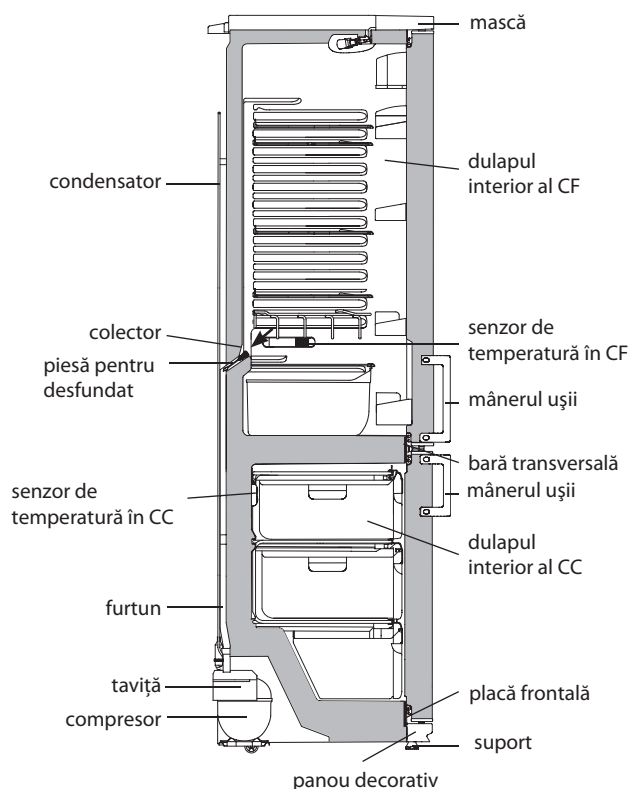
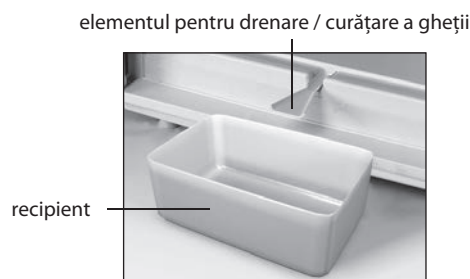

Figura 7 — Schema scurgerii apei rezultate în urma topirii din CF
Figura 8 – Colectarea apei rezultate în urma topirii din CF
5.2.1 În CF se folosește un sistem automat de dezghețare. Bruma care apare pe peretele din spate al CF, se topește în timpul ciclului de dezghețare la deconectarea compresorului și se transformă în picături de apă. Picăturile de apă rezultată în urma topirii se scurg în colector, apoi prin gaura acestuia și prin furtun - în tavița de pe compresor, în conformitate cu figura 7 și se evaporă.
Pentru eliminarea înfundării folosiți piesa corespunzătoare și curățați gaura colectorului, astfel ca apa să se scurgă liber în taviță, apoi spălați piesa și instalați-o în conformitate cu figura 7.
SE INTERZICE să utilizați frigiderul cu sistemul de scurgere înfundat. Apa care a apărut pe fundul CF sau care a ajuns în locul de alăturare a barei transversale și a dulapului interior al CF, în conformitate cu figura 7, poate provoca coroziunea dulapului exterior al frigiderului și elementelor agregatului frigorific, defectarea izolației termice, formarea crăpăturilor dulapului interior și defecțiunea frigiderului.
ATENȚIE! Nu puneți produsele în CF prea aproape de senzorul de temperatură, care este situat pe peretele drept al CF, în conformitate cu Figura 7.
ATENȚIE! Nu puneți produsele în CC prea aproape de senzorul de temperatură, care este situat pe peretele din spate al CC, în conformitate cu Figura 7.
— instalați în conformitate cu figura 8 elementul de masă plastică pentru drenare și orice vas recipient cu volumul de nu mai puțin de 2 litri pentru a colecta apa rezultată în urma topirii;
SE INTERZICE să decongeleți congelatorul fără utilizarea elementului pentru drenare instalat în conformitate cu figura 8. Apa rezultată în urma topirii care se scurge din cameră afară de elementul pentru drenare, pătrunzând în locul de alăturare a plăcii frontale la dulap interior în conformitate cu figura 7, poate provoca coroziunea dulapului exterior al congelatorului și a elementelor agregatului frigorific, defectarea izolației termice, formarea crăpăturilor dulapului interior și defectarea dulapului frigiderului.